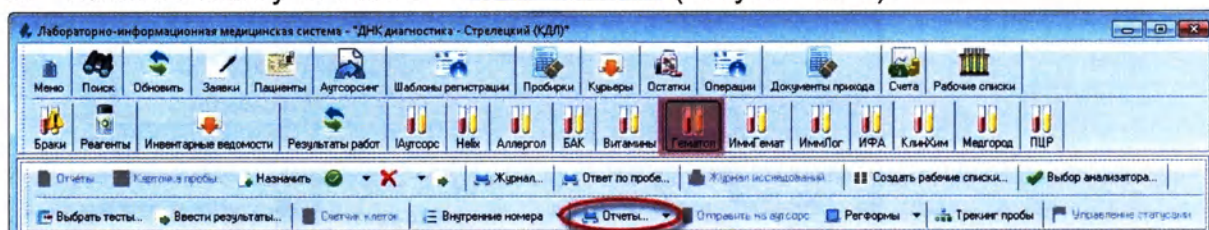

Рисунок 15.11
2. Нажмите кнопку «Отчеты» –  (Рисунок 15.11).